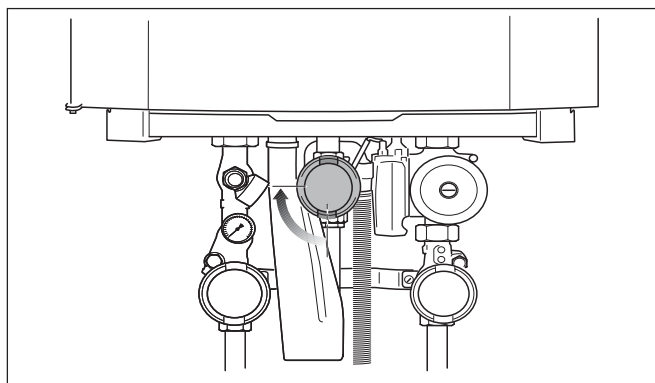

Fig. 23 Chiudere il rubinetto del gas (qui: chiuso)
- Chiudere il rubinetto del gas o il rubinetto di intercettazione (fig. 23).
- Chiudere il rubinetto d'intercettazione del gas (fig. 23).